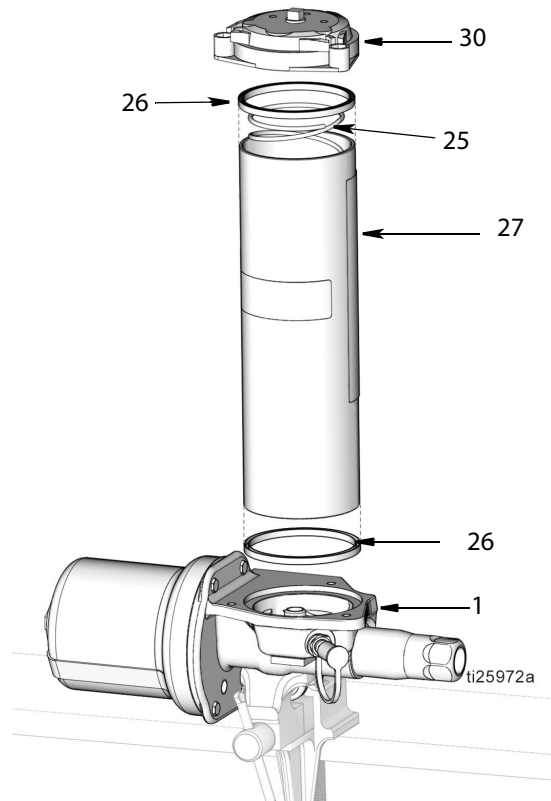

Рис. 14
11. Снимите резервуар (27) с основания насоса (1) (Рис. 14). Если заменяются прокладки резервуара (26), то удалите прокладки из резервуара. Для надлежащей утилизации утилизируйте прокладки в соответствии со всеми правовыми нормами.